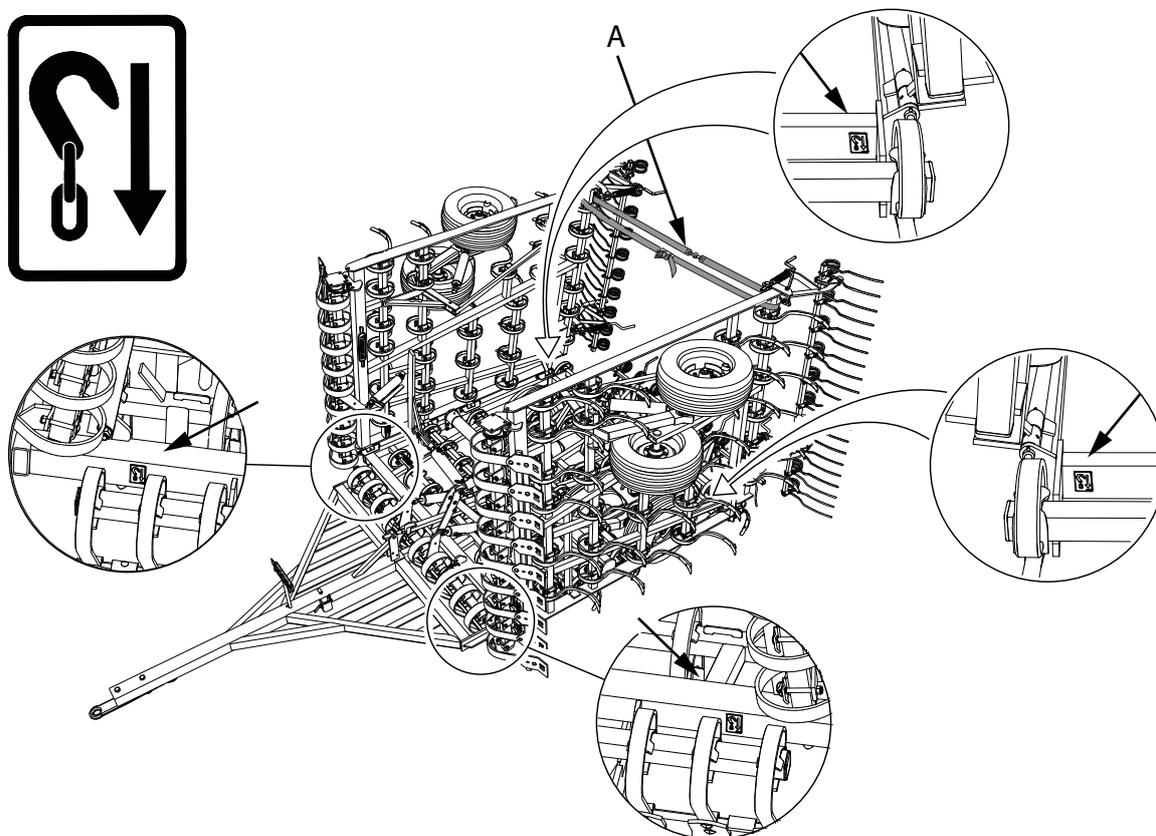

Рис. 2.4
6. Закрепите предназначенные для транспортировки боковые секции ремнями (А) или аналогичными средствами. См. “Рис. 2.4”.
7. Зафиксируйте машину с помощью подходящих крепежных средств в соответствии с действующими правилами. Крепежные средства необходимо прикреплять к машине в местах, обозначенных указателями. См. “Рис. 2.4”.